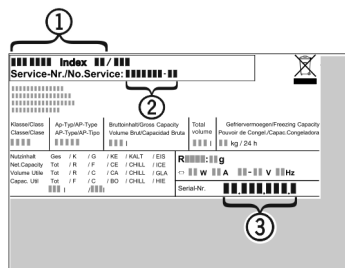

Fig. 11
- ▶ A készülék megnevezését Fig. 11 (1), a szerviz- Fig. 11 (2) és sorozatszámot Fig. 11 (3) a típus-tábláról olvassa le. A típustábla a készülék belsejében baloldalon található.
- ▶ Értse a vevőszolgálatot a hibáról, és adja meg nekik a készülék megnevezését Fig. 11 (1), a szerviz- Fig. 11 (2) és a sorozatszámot Fig. 11 (3).